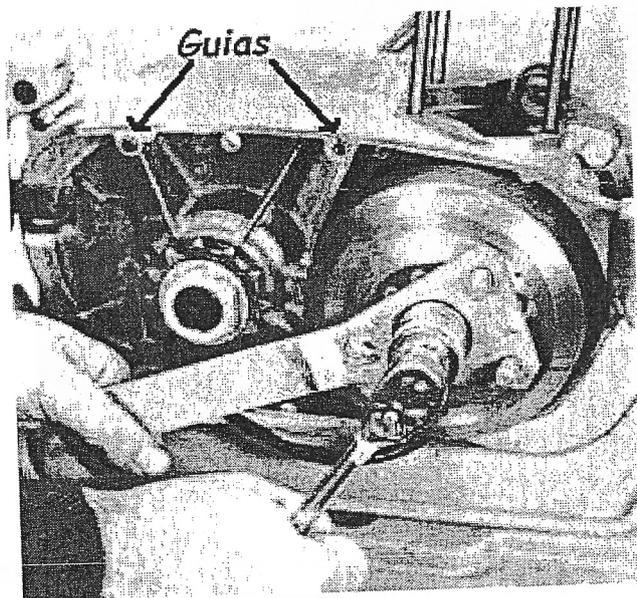

FIG. 4
2. Introduce el fijador del volante magnético OSSA N° 999-206 en los dos agujeros del volante magnético, afloja la tuerca central en el sentido de las agujas del reloj con una llave de 26 mm y retírala junto con su arandela de presión (Fig 4).